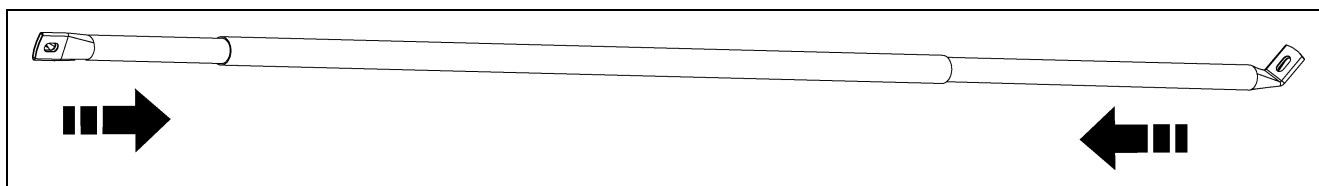
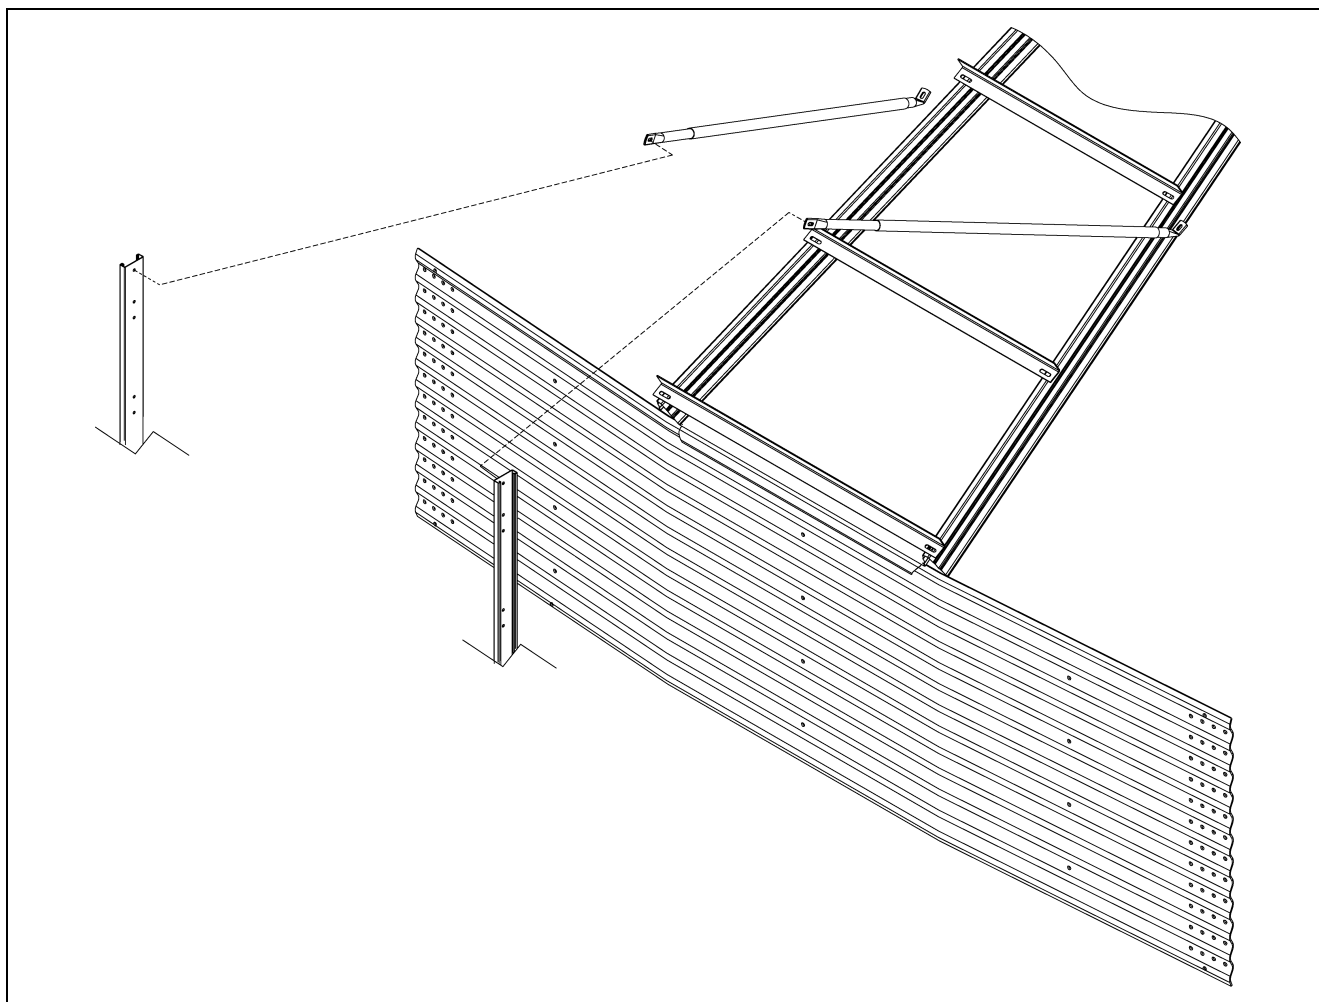

Figura 8F
Figura 8G
(Vea Figura 8F.) Inserte los tubos pequeños en el interior de los tubos grandes y conecte uno de los tubos pequeños a la parte superior del riel de extensión de la escala. Ajuste el otro tubo pequeño, para que así el fondo del tubo aplanado llegue al panel del techo. Perfore en el campo cuatro (4) orificios de 5/16 de pulg. en ambos tubos, pequeños y grandes, y únalos entre sí utilizando pernos y tuercas de 1/4 pulg. x 1-1/2 pulg. Esto evitará que se deslicen los soportes ajustables. (Vea Figura 8G.)